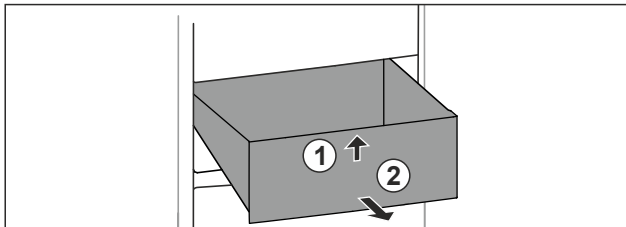

Fig. 93
- Podignite ladicu sprijeda. Fig. 93 (1)
- Izvadite ladicu prema naprijed. Fig. 93 (2)